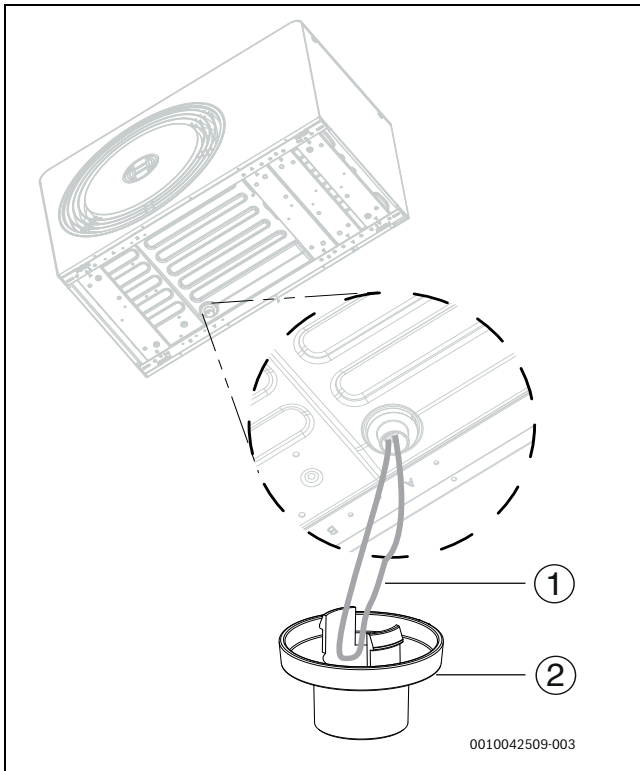

Bild 25 Installation des Ablaufstutzens
3. Kabelschlaufe für die Tropfschalenheizung herausziehen und durch den Ablaufstutzen schieben (→ bild 25). Ablaufstutzen an die Wärmepumpe anschließen.